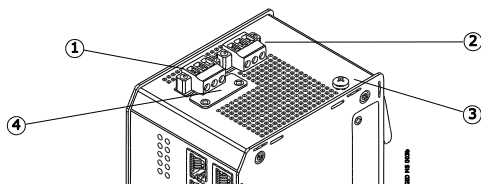

Abb. 6
Der Switch wird über eine 24...57 VDC-Quelle (s. Abb. 6, ①) versorgt. Zu Redundanz- oder Load-Sharing-Zwecken kann je nach Geräteausführung zusätzlich eine zweite Quelle mit gleicher Spannung angeschlossen werden (s. Abb. 6, ②). Bei Ausfall einer Quelle übernimmt die alternative Quelle unterbrechungsfrei die Versorgung.
- Einer oder zwei Anschlüsse für die Versorgungsspannung (s. Abb. 6, ① und ②).
Erden Sie den Switch, bevor Sie weitere Leitungen anschließen (Stromversorgung, Netzwerk, ...). Die Erdungsschraube befindet sich auf der Gehäuseoberseite und ist mit dem Erdungssymbol bezeichnet (s. Abb. 6, ③). Erden Sie auch die Erweiterungsmodule.
Die Anschlüsse sind mit 'Power 1' und 'Power 2' bezeichnet (s. Abb. 6, ①, ②) und mit dreipoligen Steckerverbindern ausgestattet. Beachten Sie bitte die Polung (Klemmenbeschriftung +/-).